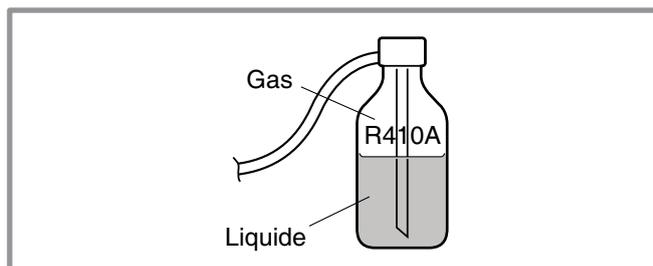

figure 20 - Bouteille de gaz R410A
- Raccorder le flexible haute pression du *Manifold* sur l'orifice de charge (*figure 20*).